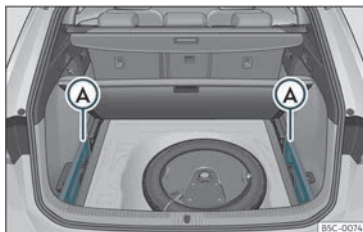

Fig. 111 Dans le coffre à bagages : logement de rangement de la plage arrière.
- Retirez les caches gauche et droit »» **fig. 111** **A**.